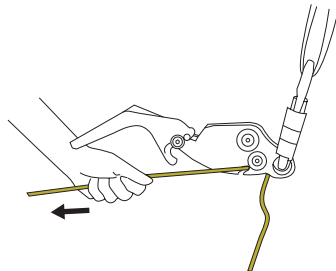

Fig. 5
6. Se la fune non è tesa tirare la sua estremità libera come illustrato in fig. 5.
Dopo aver serrato il più possibile la fune tra l'ancora e la persona da recuperare, fig. 5, regolare il dispositivo anticaduta sotto carico in modo che la persona si abbassi finché il peso non è completamente sostenuto dallo **SMARTLINE X**. A questo punto è possibile rimuovere l'altro sistema anticaduta e iniziare la discesa.